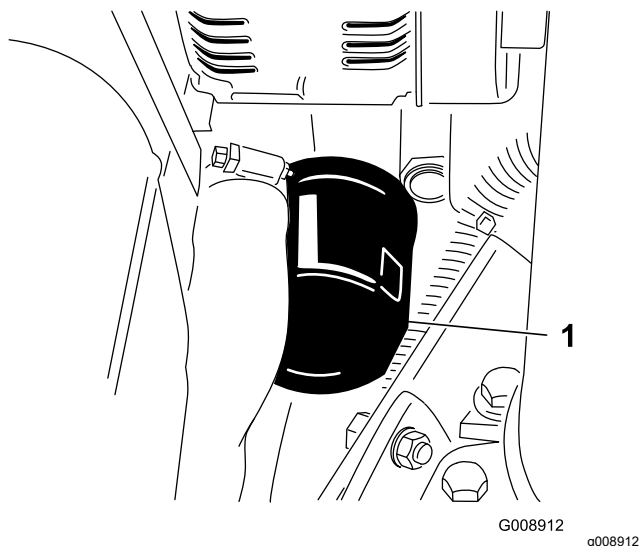

Figure 48
2. Déposez le filtre à huile (**Figure 48**). Appliquez une fine couche d'huile propre sur le joint du filtre de rechange avant de le visser en place. **Ne serrez pas excessivement.**